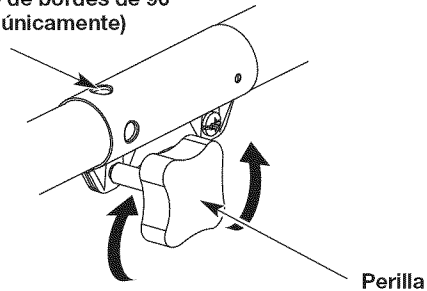
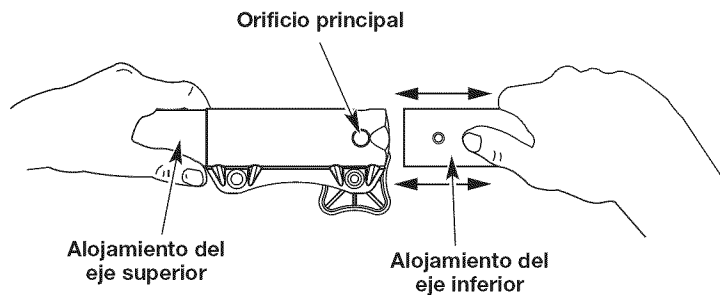

Fig. 3
Fig. 5
1. Gire la perilla en el sentido contrario a las agujas del reloj para aflojarla (Fig. 3).
2. Mientras sujeta con firmeza el accesorio, empújelo en línea recta dentro del acoplador hasta que el botón de liberación entre a presión y quede firme dentro del orificio principal (Fig. 5).
3. Gire la perilla en el sentido de las agujas del reloj para ajustar (Fig. 3).
PRECAUCIÓN: Antes de utilizar esta unidad, asegúrese de que el botón de liberación entre a presión completamente dentro del orificio principal (Fig. 5) y que la perilla (Fig. 3) quede bien ajustada.
Para un reborde decorativo con un accesorio de recorte, trabe el botón de liberación en el orificio de recorte de bordes de 90° (Fig. 3).
3. Mientras sujeta firmemente el alojamiento del eje superior, tire del accesorio de manera recta para sacarlo del acoplador (Fig. 5).